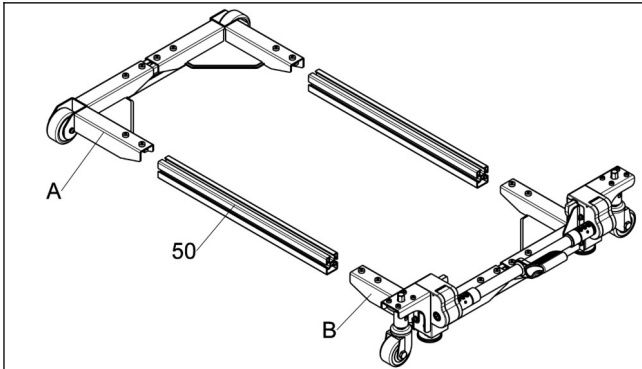

**Abb.8**
d. Führen Sie die beiden **langen Seitenholme** „50“ jeweils an ihren Enden in die **Bockrollen-Konsolenwinkel** „A“ und die **Lenkrollen-Konsolenwinkel** „B“ ein. (siehe **Abb.8**)